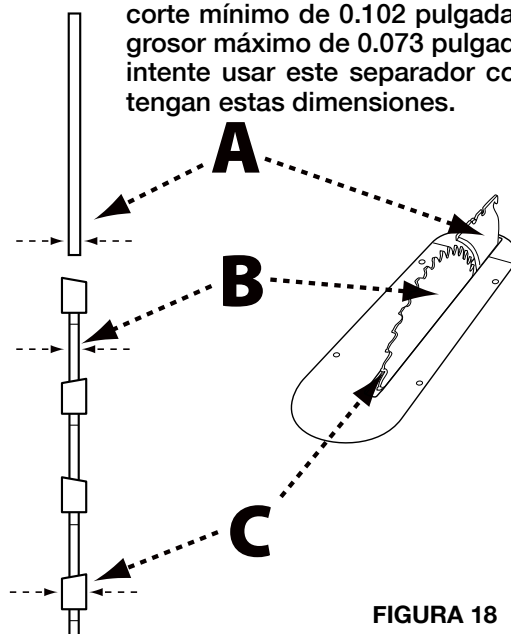

FIGURA 18
**NOTA:** Los dispositivos de seguridad, el ensamble de guarda para hoja y ensamble de anti contragolpe se han quitado en la Figura 18 para poder mostrar el lugar de características específicas. Al operar la sierra, estos dispositivos de seguridad deben estar instalados y funcionando correctamente.